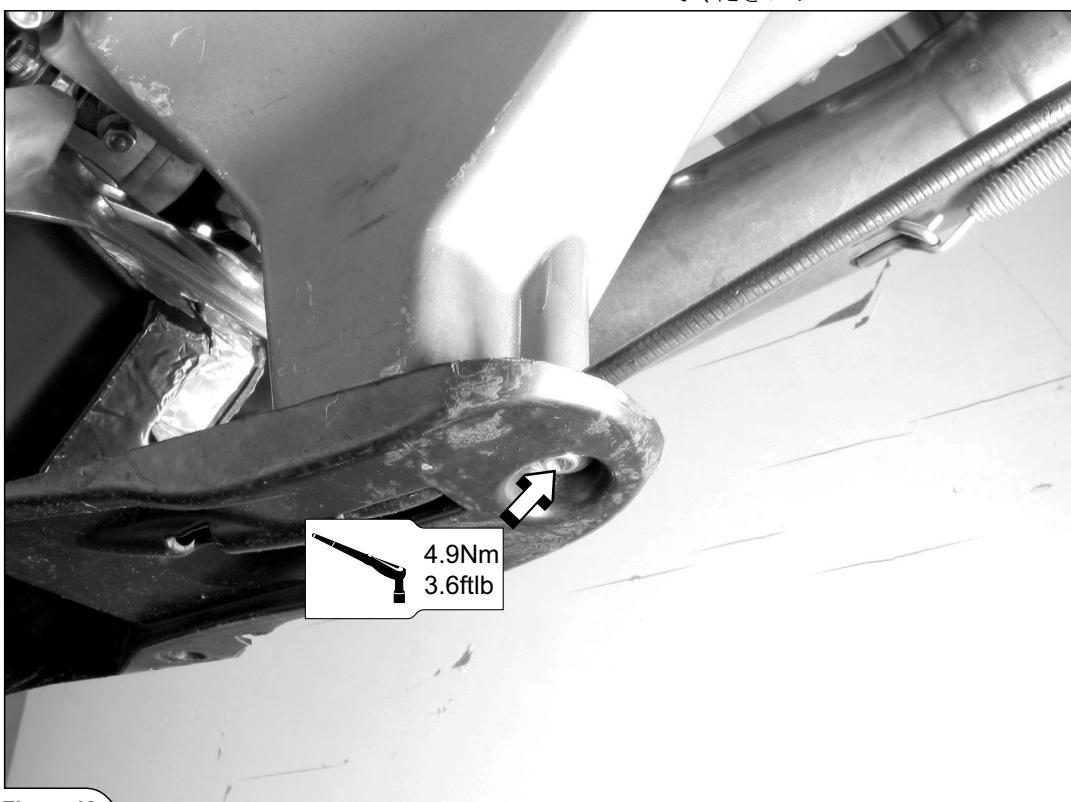

Figure 12
8. プラスチック製プロテクションの後部をオイルパン上に締め付けます（図 12）。